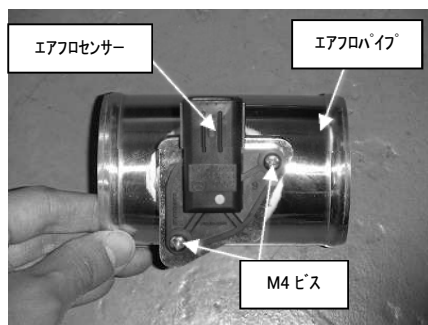

図 11
- 7) 純正クリーナーBOX からエアフロセンサーを取り外し、エアフロパイプに取り付けて下さい。図 11 参照